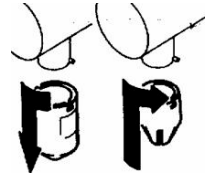

Abb. 8
8. Vermischen Sie im Spültopf 1,5 l warmes Trinkwasser (max. 50°C) mit 40ml SANO-DESINFEKT-Plus. (Abb. 8)